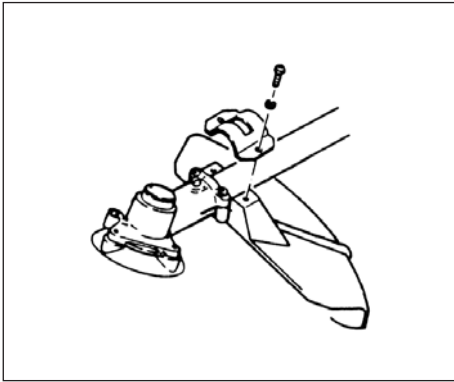

Fig. 1-8
**Montering av bladbeskyttelse (fig. 1-8, 8B, 1-8D)**